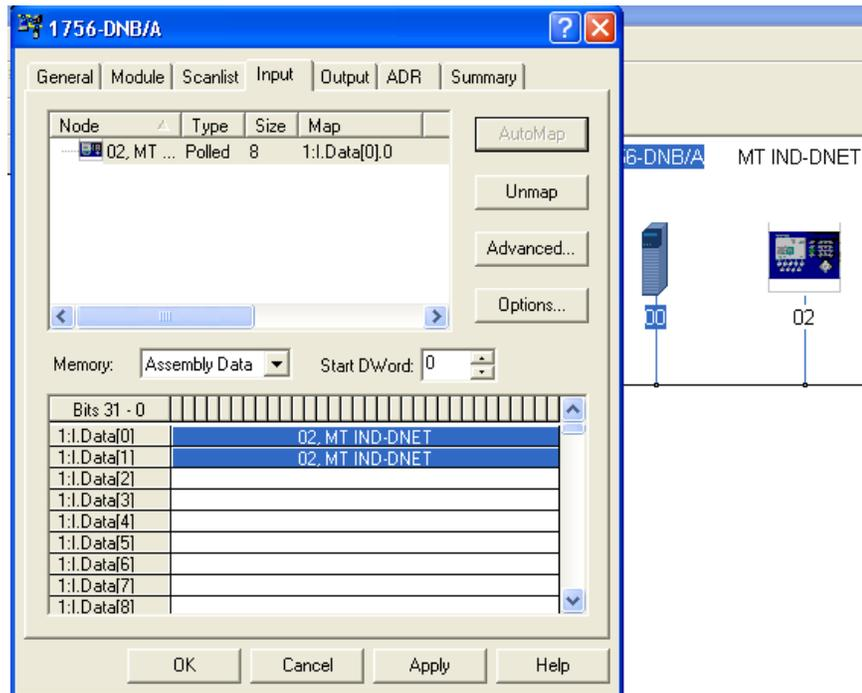
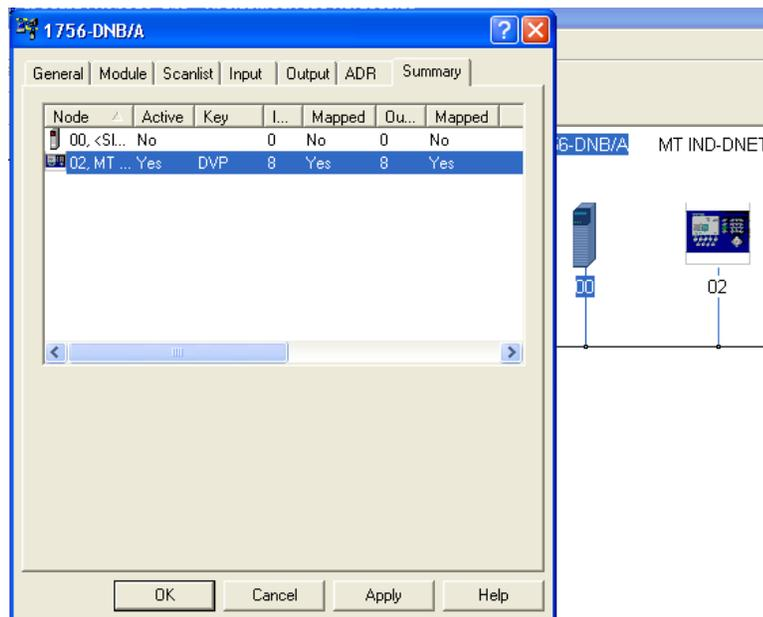

Figure 3-21 : Mappage d'un terminal IND
Figure 3-22 : Onglet Aperçu général
11. Après avoir ajouté le terminal IND à la liste de scannage, veuillez accéder au dialogue Propriétés afin de vérifier son mappage des E/S (Figure 3-21 et Figure 3-22) dans la carte du scanner. Veuillez noter qu'il est possible d'utiliser le mappage automatique ou manuel. Consultez la documentation du maître pour des options avancées du mappage des E/S. Si le